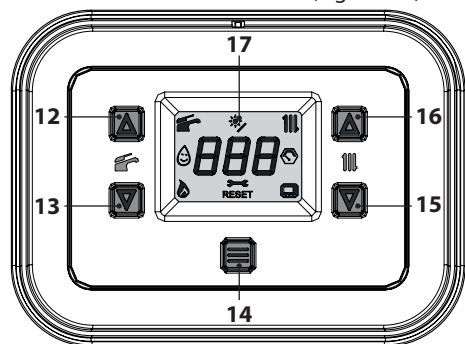
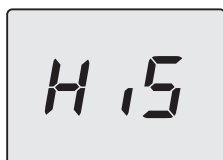
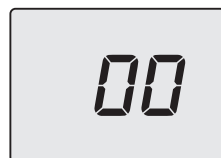
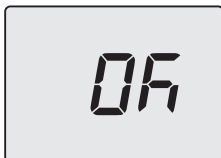

Figura 8.1
Figura 8.2
Figura 8.4
Figura 8.7
- Entrare in "modalità programmazione" premendo contemporaneamente per 5 secondi i tasti 13 e 15 (Figura 8.1) fino a far apparire sul display LCD le lettere **HiS** che indicano il menu "Storico delle caldaia" (Figura 8.2).
- Scorrere i vari parametri utilizzando i tasti 13 (indietro) o 15 (avanti) fino a far apparire sul display LCD le lettere **P02** (Selezione tipo gas) che si alternano con il valore del parametro (Figura 8.4).
- Premere per 1 sec. il tasto 14 (Figura 8.1) per entrare nel parametro selezionato. Il display visualizzerà quanto segue (Figura 8.5).
- Premendo il tasto 14 (Figura 8.1) si ottiene la conferma del valore inserito. Il display visualizzerà per 5 sec. quanto segue (Figura 8.7) poi, si porterà al livello superiore.
- Premendo contemporaneamente i tasti 13 e 15 (Figura 8.1) si esce senza modificare il valore (ritorno al livello precedente Figura 8.4).
- tenere premuti contemporaneamente i tasti 13 e 15 per 5 sec. (Figura 8.1) (ritorno al livello precedente).